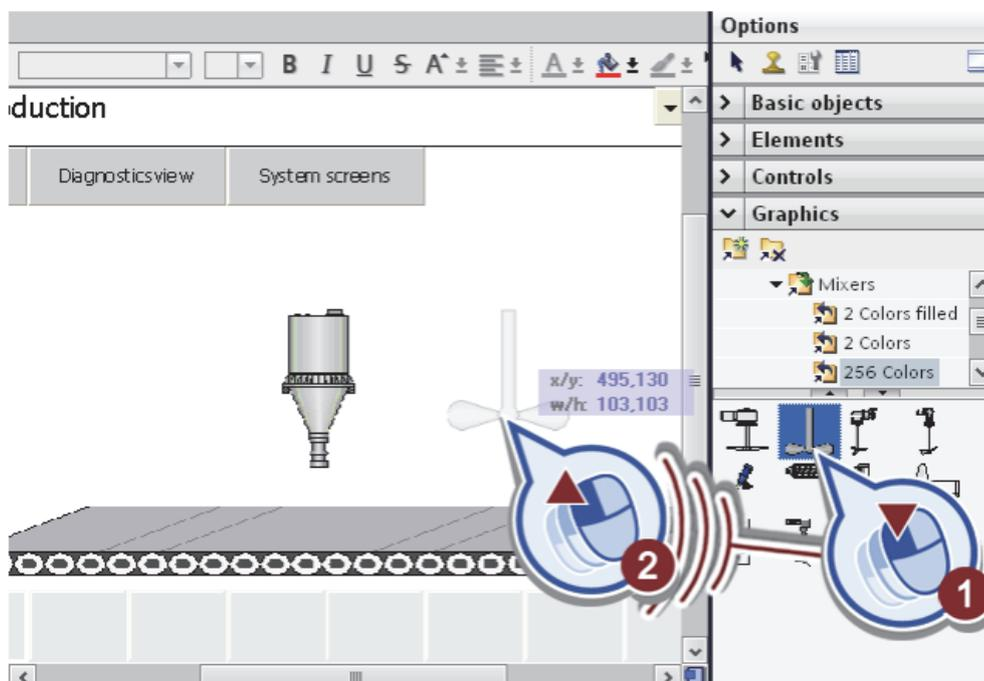

Рис. 3.9. Добавление смесителя
– перетащите графическое изображение «Mixer blade» на экран (рис. 3.9).